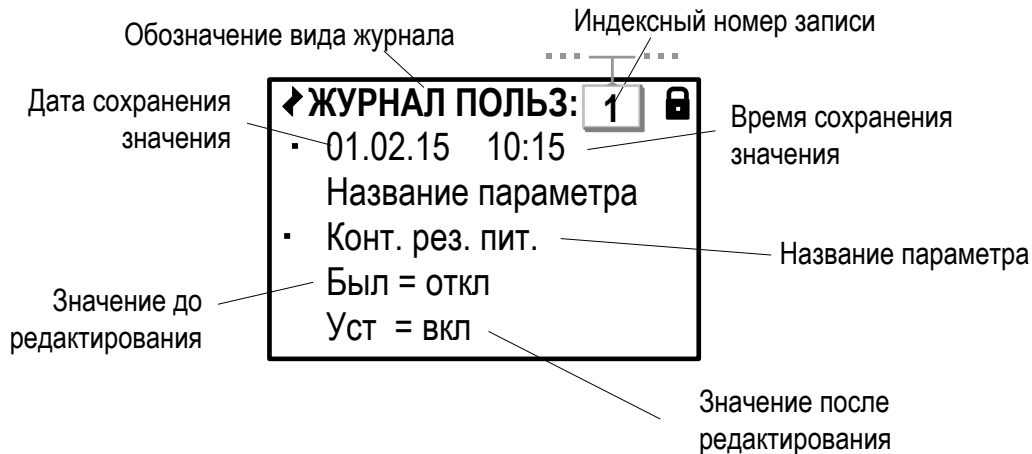

Рис.48. Вид окна индикации «Журнала пользователя».
8.3.7. Действия пользователя при выполнении настроек в ТВ фиксируется в Журнале пользователя (рис.48).